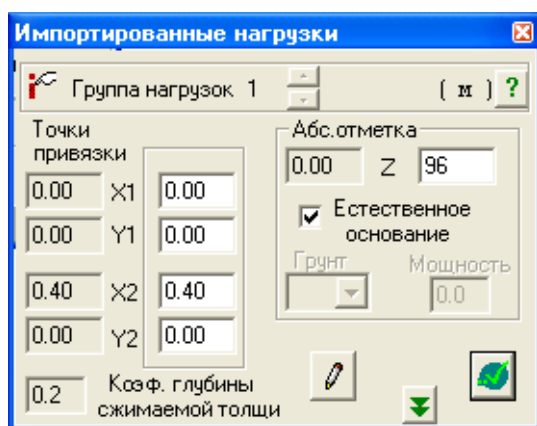

Рис.9.25. Диалоговое окно **Импортированные нагрузки**
- В этом окне задайте величину абсолютной отметки, соответствующей Z первой точки привязки, **Z = 96** м (рис.9.25).